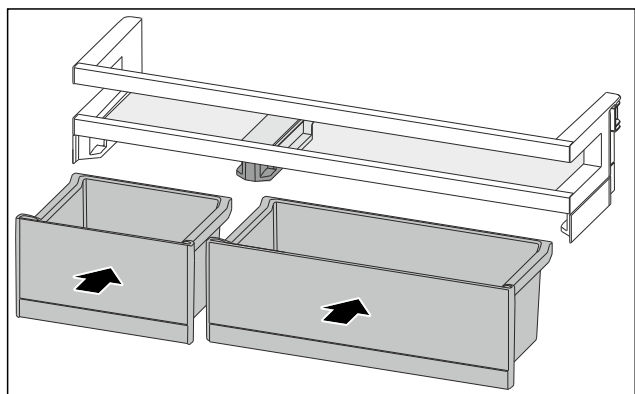

Fig. 79
- Sett inn VarioBoxer i endret anordning. (se Fig. 79)